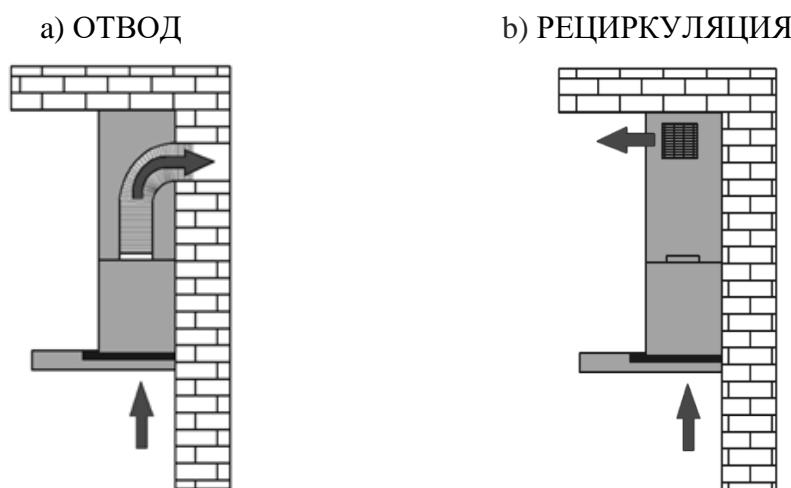

Рис. 5
1) Отвода (рис. 5а) – воздух удаляется из помещения через соединение вытяжки с вентиляционным каналом жестким пластиковым воздуховодом или гофрированным шлангом диаметром 150 мм. Таким образом, все кухонные испарения, запахи, гарь и копоть, проходя через многоразовые алюминиевые жироулавливающие фильтры, выводятся за пределы помещения. При данном режиме работы нет необходимости устанавливать угольные фильтры. Режим отвода является наиболее эффективным,